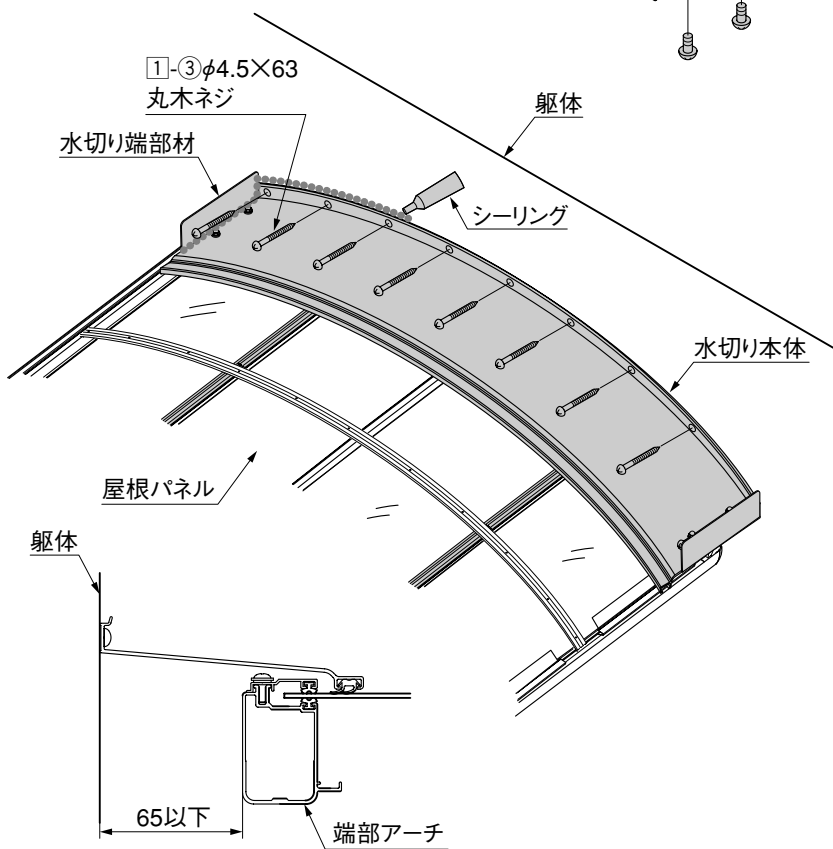

図1-2
- 図1-2を参照して、躯体と端部アーチの間が65mm以下であることを確認してください。
- ⑥ 躯体と水切り本体のすき間、水切り端部材と水切り本体のすき間にシーリングをしてください。